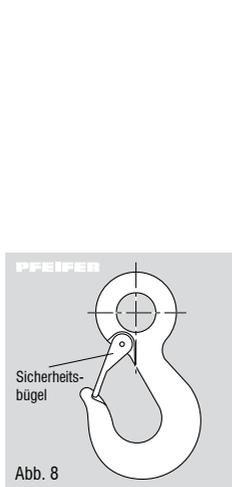

Abb. 8
- Das Entfernen der Sicherheitsbügel von Trag- und Lasthaken ist unzulässig (Abb. 8).